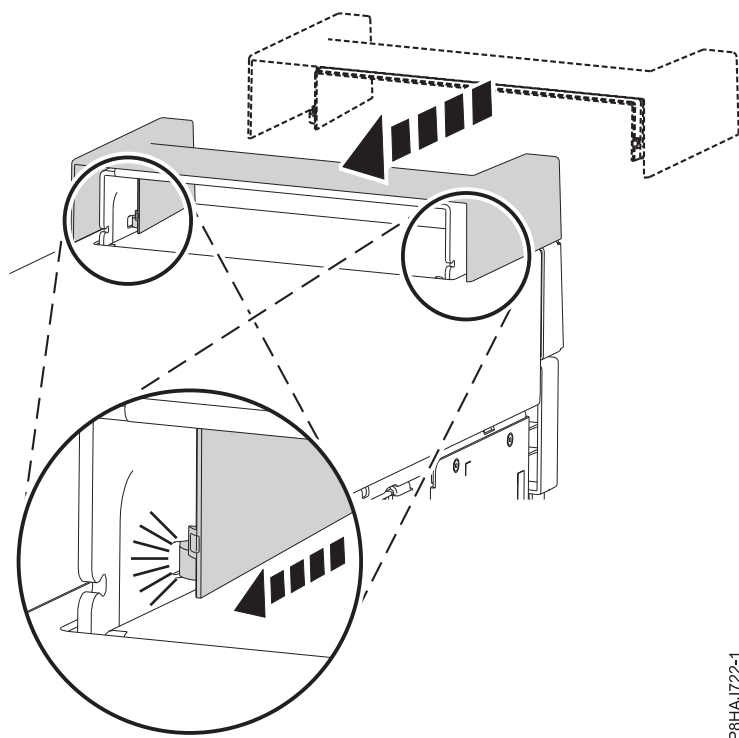

Figura 16. Fixar a tampa da pega num sistema autónomo 8286-41A
1. Fixe a tampa da pega à base de acoplamento RDX interna (FC EUA3) ao a arrastar para a parte posterior do sistema. Consulte Figura 16.